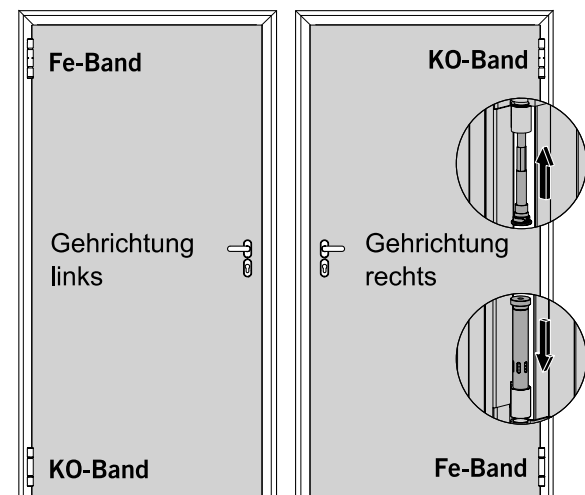

Abb. 7.3
Achtung: Die Lage von Federband (FE) und Konstruktionsband (KO) muss in Abhängigkeit der Gehrichtung der in Abb. 7.3 dargestellten Anordnung entsprechen. Der Konstruktionsbandteil verfügt über Gleithülsen, der Federbandteil nicht.
Türblatt in der Zarge positionieren bzw. einhängen, Konstruktionsbandbolzen in Konstruktionsband und Federbandbolzen in Federband (Federauge muss in der Nut im Inneren des Zargenbandteils einrasten!) von der Türmitte her einschlagen (siehe Abb. 7.3).